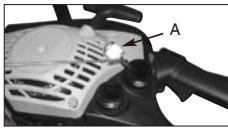

Bild. 16
4. Heben Sie den Filter (A) aus dem Tank heraus (Bild.16).